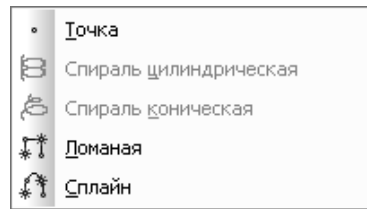

Рис. 2.103. Панель инструментов **Пространственные кривые**
- щелкните в главном меню по пункту **Операции**, а затем в выпадающем меню по пункту **Пространственные кривые**. Появится всплывающее меню (рис. 2.103).